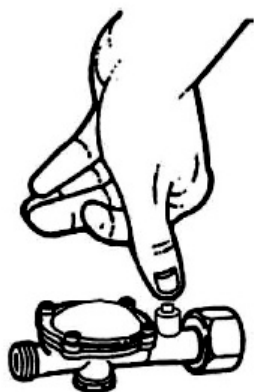

Рис. 9
1. Откройте газовый баллон (см. Рис. 5) Нажмите на сброс-кнопку безопасности на редукторе газа (Рис. 9). 2. Запустите вентилятор, нажав на белый выключатель 3. Нажмите кнопку подачи газа и, держа её в нажатом состоянии, многократно нажимайте на электрический пьезозажигатель (см. Рис. 7) 4. После воспламенения, придержите газовую кнопку ещё 15-20 секунд для активации системы термической безопасности. (см. Рис. 8) 5. Теперь отпустите кнопку, а пламя по-прежнему будет гореть. 6. Если вентилятор остановится из-за какого-либо прерывания напряжения, нагреватель автоматически отключится через несколько секунд благодаря системе безопасности. В случае перерыва в подаче газа или слабого газового давления, газовый клапан безопасности автоматически выключит нагреватель. Вентилятор будет продолжать работать. Повторите действие зажигания для повторного зажигания. Избегайте попыток многократного запуска аппарата в коротком периоде времени: если он не зажигается сразу, то расследуйте причину проблемы.